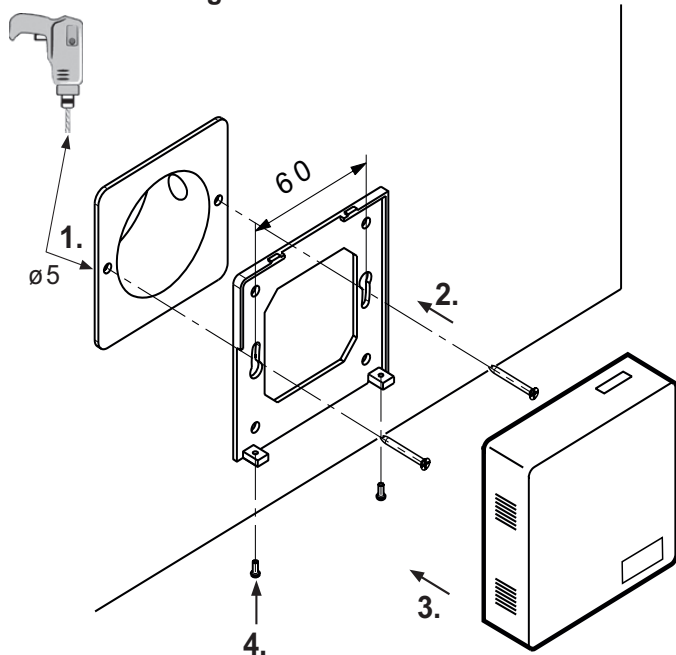
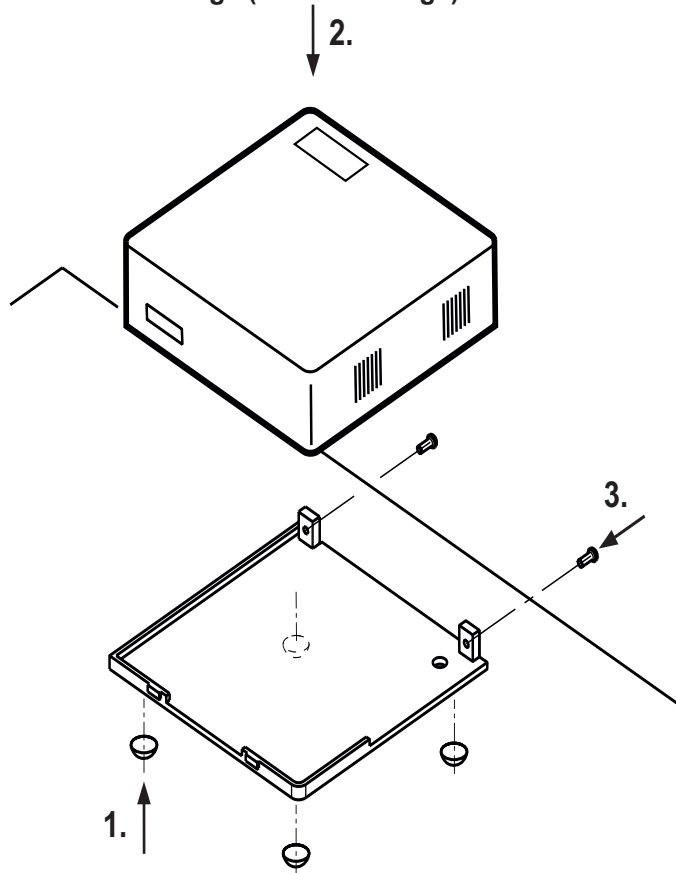

Bild 09
Bild 10
5. Gateway gemäss Bild 09 oder Bild 10 platzieren.